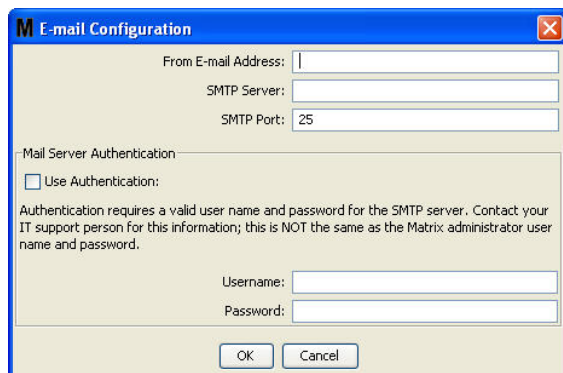

FIG. 137
2. Het scherm voor e-mailconfiguratie zoals in FIG. 137 wordt weergegeven.